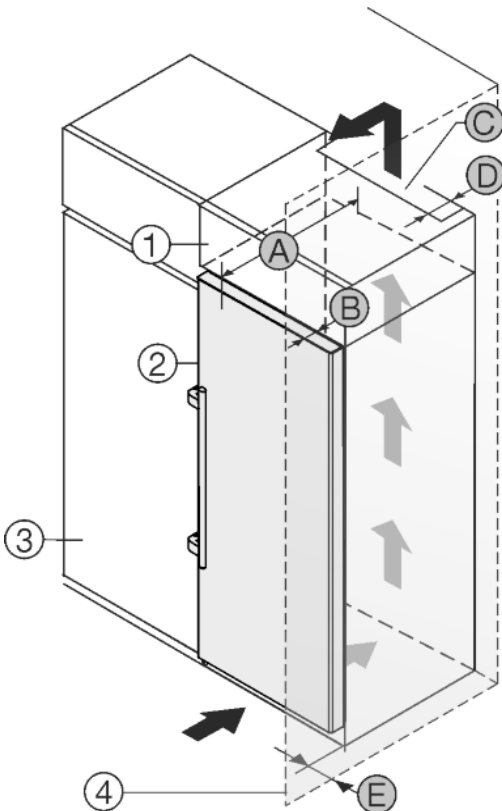

Fig. 25
L'appareil peut être réagencé avec des buffets de cuisine. Pour adapter l'appareil *Fig. 25 (2)* à la hauteur du coin cuisine, une rehausse *Fig. 25 (1)* peut être posée sur l'appareil.
L'appareil peut être installé directement à côté du buffet de cuisine *Fig. 25 (3)*. Pour pouvoir ouvrir complètement les portes, l'appareil doit déborder de la profondeur *Fig. 25 (B)* par rapport à la façade du buffet. L'appareil peut déborder encore plus en fonction de la profondeur des buffets et de l'utilisation de cales d'épaisseur.
- Une sortie d'air avec la profondeur *Fig. 25 (D)* doit être présente au dos de la rehausse sur toute sa largeur.
- La section de ventilation *Fig. 25 (C)* sous plafond doit être respectée.
Si l'appareil avec les charnières est installé près d'une paroi *Fig. 25 (4)*, la distance *Fig. 25 (E)* entre l'appareil et la paroi doit être respectée. Ceci correspond à la saillie de la poignée avec la porte ouverte.